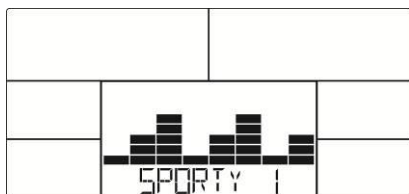

Fig. 15
2. Tryck på (+)(-) för att välja något av de fyra sportprogrammen (fig. 15) och tryck på MODE/ENTER för att bekräfta.